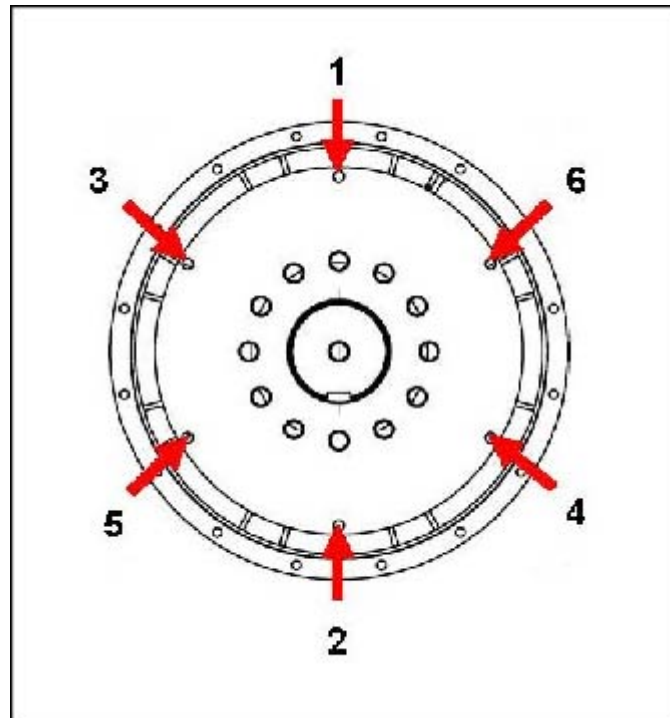

FIGURA 21. SECUENCIA DE FIJACIÓN AL VOLANTE
10. Apriete los pernos para fijar el disco de acoplamiento al volante, en la secuencia que se muestra en Figura 21 en la página 43